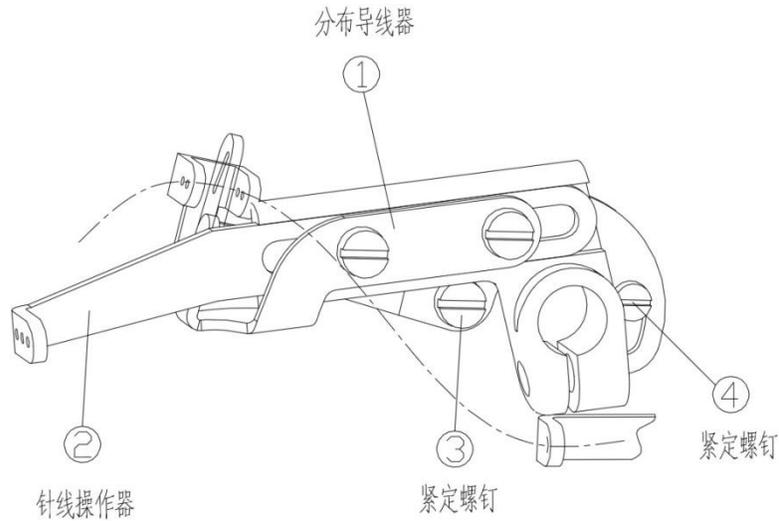

Figure 8-3
分布导线器①在最高点时，松开紧定螺钉③，分布导线器的导线线道里侧上端调整成与分布导线器的长槽下端一致，然后拧紧紧定螺钉③（图 8-3）。
① at the top point ,release set screw③ ,make the top of inner guide line fix to the bottom of guider slot, then tight the set screw ③ (Figure 8-3) 。